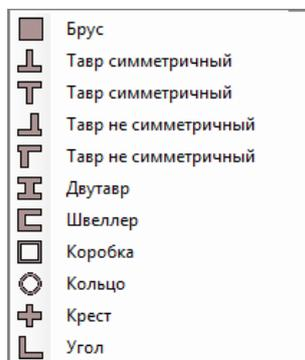

Рисунок 2.304 Список параметрических сечений
- **Параметрические сечения** (кнопка  **Параметрические сечения**) в редакторе сечений/жесткостей). В списке **Параметрические сечения** приведены стандартные типы параметрических сечений (рисунок 2.304). Переход непосредственно к необходимому типу параметрического сечения осуществляется одним щелчком мыши по выбранному элементу списка;